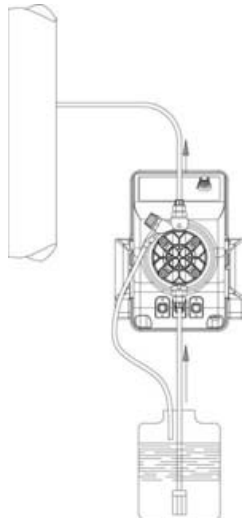
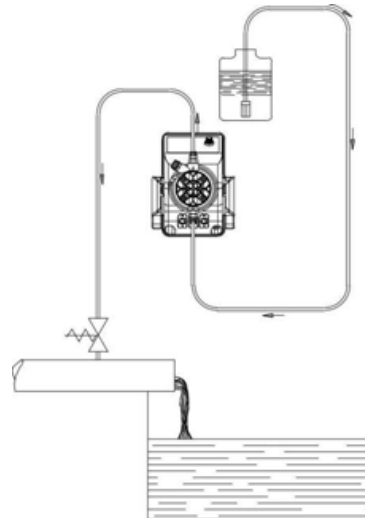

Abb. 5
Abb. 6
- c.- Positionieren Sie die Pumpe gemäß Abbildung 5, wobei zu beachten ist, dass sie sowohl unter- als oberhalb des Füllstands der zu dosierenden Flüssigkeit innerhalb einer Obergrenze von 2m angebracht werden kann. Der Einspritzpunkt ist immer so hoch wie möglich zu positionieren. Arbeitet die zu behandelnde Anlage bei atmosphärischem Druck (freie Zuführung des Zusatzstoffes) und muss der Zusatzstoffbehälter unbedingt Höher als der Einspritzpunkt angeordnet werden, regelmäßig die Funktionstüchtigkeit des Einspritzventils prüfen, da sein übermäßiger Verschleiß zum Eindringen des Zusatzstoffes durch Schwerkraft in die Anlage führen kann (auch bei stillstehender Anlage). Sollte das Problem fortbestehen, ein entsprechend eingestelltes Gegendruckventil C zwischen die Dosierpumpe und den Einspritzpunkt einfügen (Abb. 6). Bei Flüssigkeiten, die aggressive Dämpfe freisetzen darf die Pumpe nicht über dem Behälter installiert werden, es sei denn, diese Behälter sind hermetisch verschlossen.